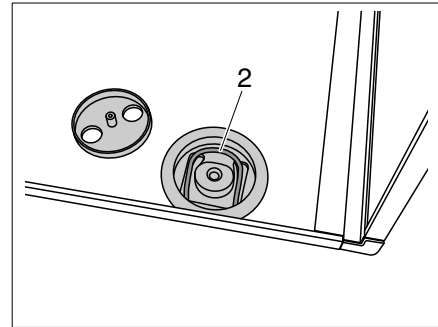

Bild 27 Bügel nach oben klappen
- Bügel (Bild 27,2) nach oben klappen.